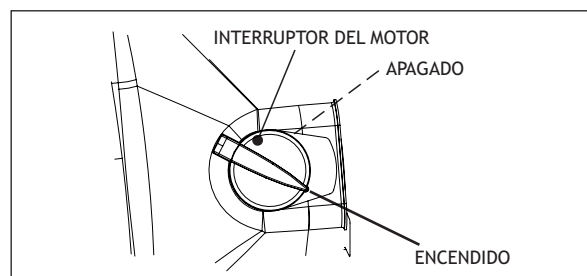

Fig 5. Interruptor del motor
4. Gire el interruptor del motor (Fig 5) a la posición "ON" "ENCENDIDO"